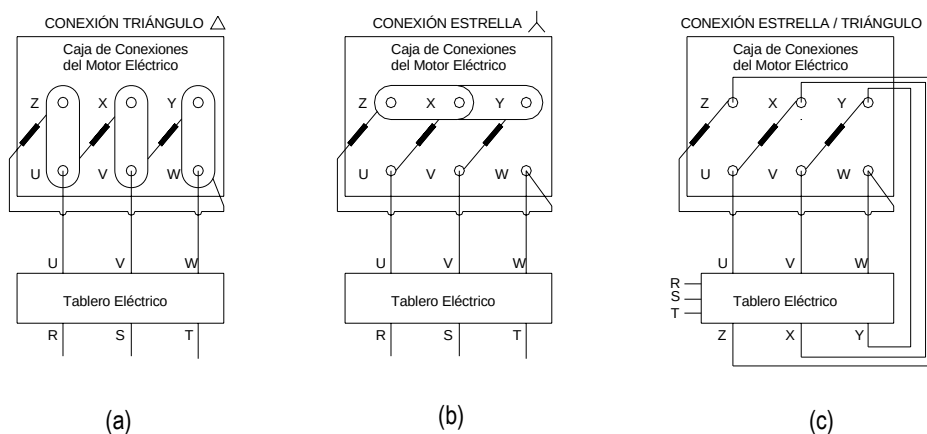

Figura 32
Para efectuar una conexión triángulo, en la caja del motor eléctrico se colocan los puentes conectando: U con Z, V con X, W con Y. Los cables que van desde el tablero eléctrico a la caja de conexiones del motor unen los terminales: U con U, V con V, W con W (figura 32-a).
Para efectuar la conexión (estrella) conecte juntos los tres terminales: X-Y-Z de la caja de conexiones Y conecte los terminales U-V-W con los correspondientes terminales U-V-W en el tablero eléctrico. Los terminales de la red de alimentación R-S-T deben conectarse con los terminales R-S-T del tablero eléctrico (figura 32-b).
Los motores con seis (6) cables pueden ser arrancados usando un partidor Estrella/ Triángulo sólo si el voltaje de la línea de alimentación es igual al mínimo voltaje que aparece en la placa, de entre los dos valores especificados por el fabricante. Para efectuar la conexión estrella triángulo, en la caja del motor, se eliminan todos los puentes, dejando los terminales libres. Los seis (6) cables que van desde el tablero hasta el motor, conectan los seis (6) terminales del tablero con los seis (6) terminales de la caja de conexiones del motor de la siguiente forma: U con U, V con V, W con W, Z con Z, X con X, Y con Y (figura 32-c).